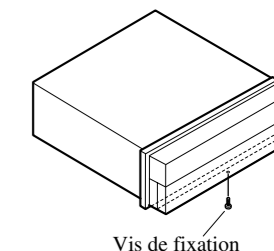

Fig. 20
- **Fixez le panneau avant à l'appareil en utilisant les vis de maintien après avoir déposé le panneau avant. (Fig. 20)**